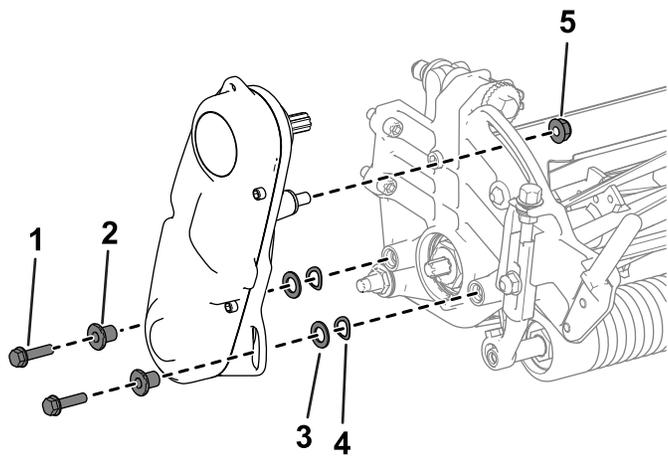

Figura 31
2. Retire los herrajes que fijan el conjunto de la transmisión del molinete a la placa lateral (Figura 31).
3. Retire el conjunto de la transmisión del molinete, las arandelas planas, las arandelas de muelle y los espaciadores de la placa lateral (Figura 31).